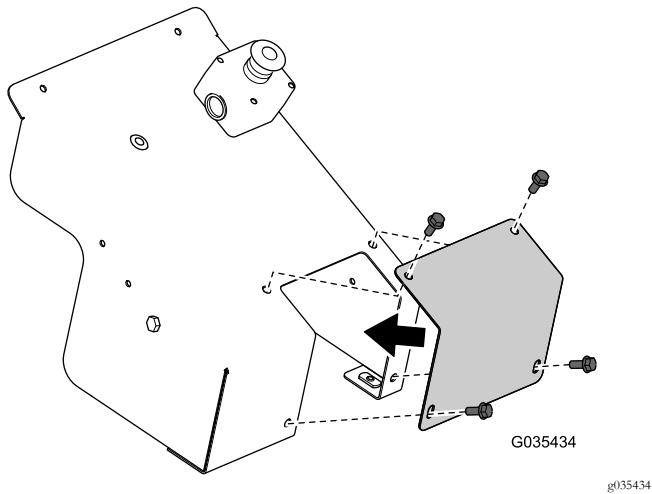

Figura 21
12. Montate il coperchio di esclusione manuale rimosso in precedenza sul coperchio con la bulloneria corrispondente (Figura 21).